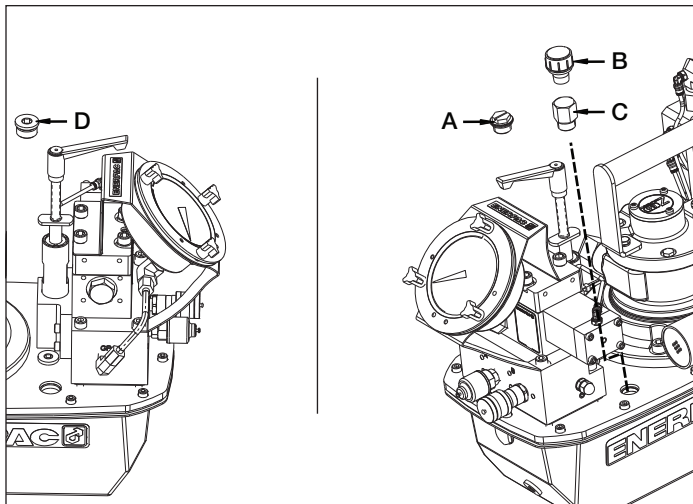

Figura 2, Tappo di riempimento dell'olio e cappuccio sfiatore.
4.1 Cappuccio sfiatore e tappo riempimento olio (Vedere la Figura 2)
Controllare il livello dell'olio della pompa prima dell'avvio, e se necessario aggiungere olio togliendo il tappo SAE #10 dalla piastra del coperchio (vedere la Figura 2). Il serbatoio è pieno quando il livello dell'olio raggiunge la parte alta del vetro di livello (Fig. 4).